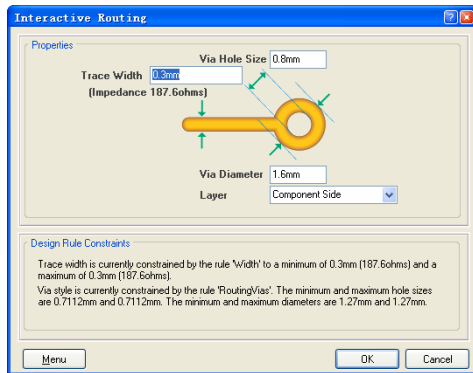

图 7.41 “Interactive Routing”对话框
(5) 单击“Tab”键，打开如图 7.41 所示的“Interactive Routing”对话框。